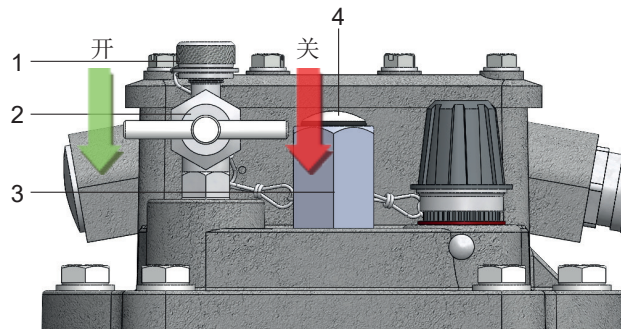

图12 - 带有注油导管气体继电器（标识码29D）的顶盖部分
- 从放气阀（图12中2）上拧下小闷盖螺母（图12中1）并打开放气阀（沿逆时针方向旋转）
- 拧下注油导管（图12中3）上的锁紧螺栓（图12中4）
- 当绝缘液体刚刚溢出时，将锁紧螺栓（图12中4）牢固拧紧在注油导管上。
- 关闭放气阀，拧上放气阀上的小闷盖螺母（图12中1）并拧紧。